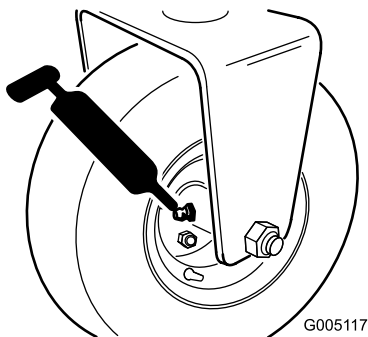

図 31
- 後ローラハブアセンブリ3輪駆動キットを搭載している場合には、後ホイールのローラクラッチと外部ボールベアリングか所 図 31